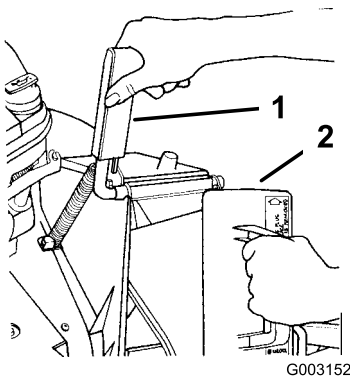

Figure 6
1. Ouvrez le volet d'éjection en tirant sur la poignée et en la reculant (Figure 6). Maintenez la poignée en position d'ouverture pour empêcher le ressort de refermer le volet pendant l'insertion de l'obturateur.
2. L'obturateur étant légèrement plus large que l'ouverture de l'éjecteur, tournez-le légèrement dans le sens horaire lors de l'insertion (Figure 6).